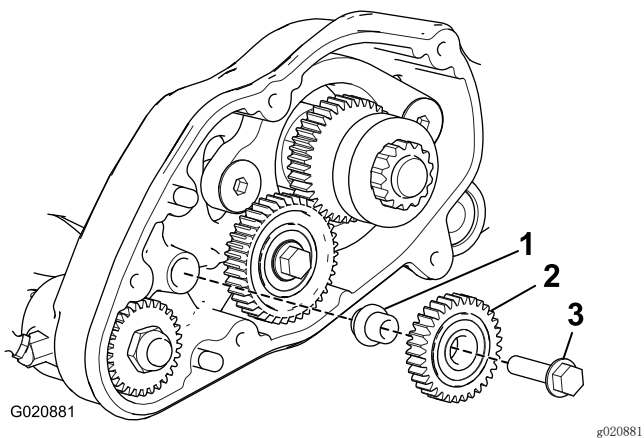

图13
3. 卸下中心齿轮总成，保留齿轮并丢弃轴套和螺栓（图13）。